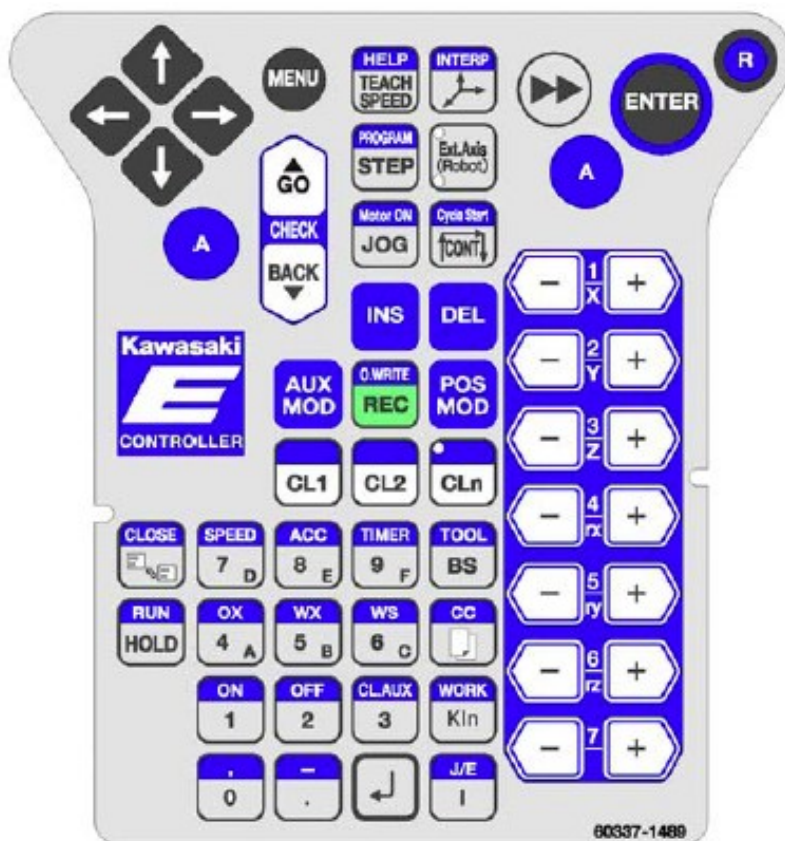

Figura 11: Pulsantiera del TP
- Tastiera hardware, dettaglio in Figura 11;
Di seguito vengono descritti i bottoni più utilizzati presenti sul TP (Figura 11):